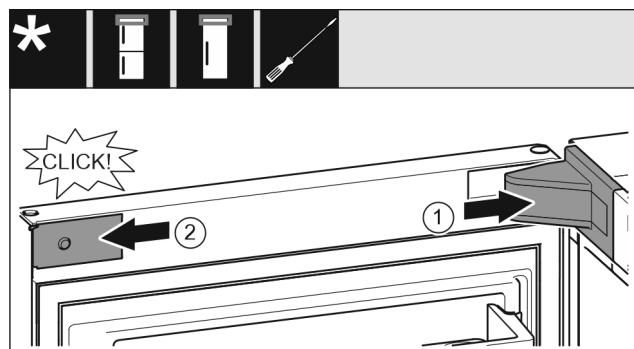

Fig. 24
- Applicare e innestare la copertura del blocco di supporto Fig. 24 (1), eventualmente staccarle l'una dall'altra con cautela.
- Applicare la maschera Fig. 24 (2) sui lati e innestarla.